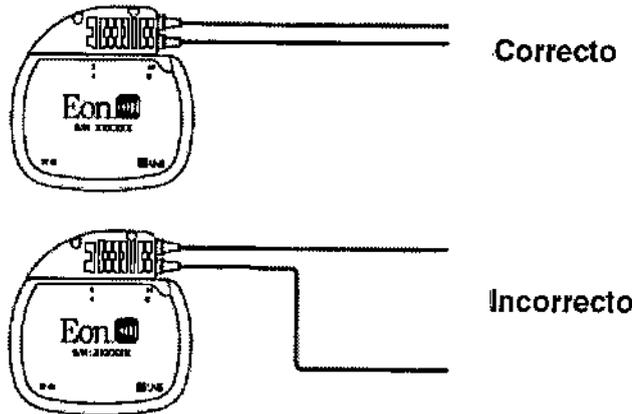

FIGURA 28
2. Para sistemas con varias derivaciones, estas y los alargadores deben colocarse de forma adyacente unos con otros (Figura 28). Los pacientes a los que se les haya implantado derivaciones no adyacentes pueden experimentar una mayor incidencia de cambios en los niveles de estimulación percibida causados por detectores de metales y otros dispositivos antirobo.